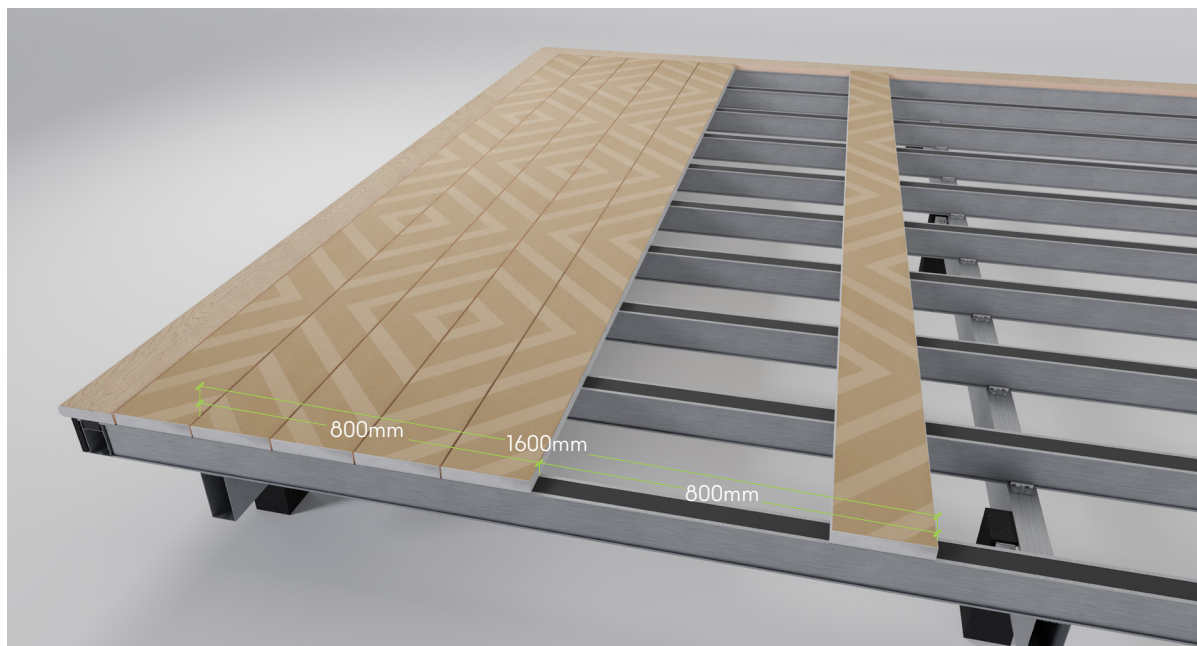

Fig. 7
7. Maintenant que chaque 4th rangée (ou selon le motif souhaité) de lames de terrasse a été installée parallèlement et que les extrémités des lames sont positionnées et espacées correctement, il est temps de poser le reste des lames de terrasse. (Fig. 7)